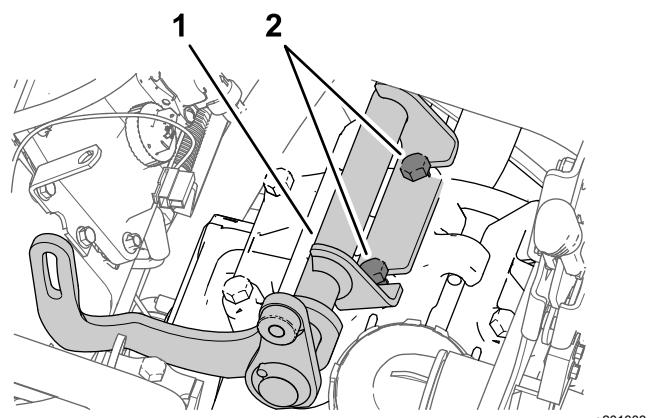

Figura 177
2. Alinhe o suporte do alternador entre os parafusos que desapertou e como se mostra no passo 1 e a cabeça da bomba Figura 177.